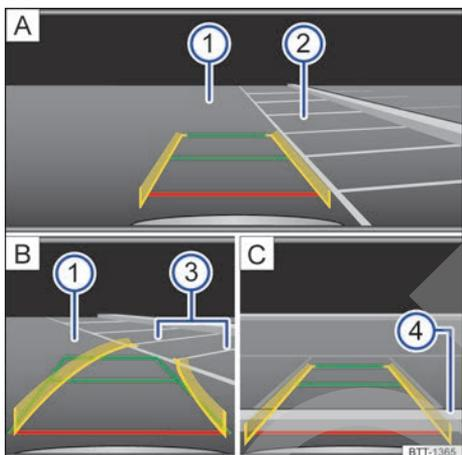

Fig. 175 Visualización en la pantalla del sistema de infotainment: aparcando con el asistente de marcha atrás, modo 1.
Leyenda de la **fig. 175**:
Leyenda de la **fig. 175**
- Sitúe el vehículo delante del hueco de aparcamiento  → **fig. 175 A**.